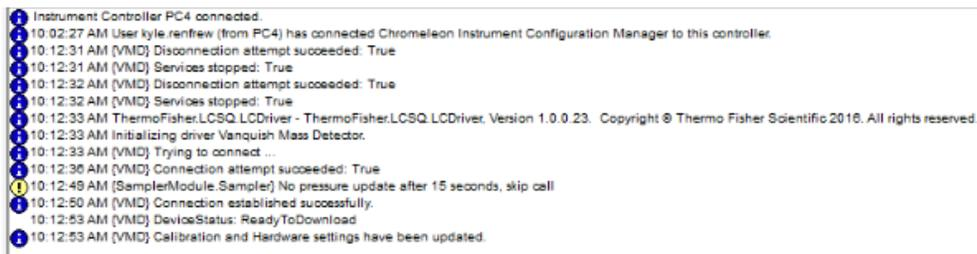

图 74: MS 仪器审计记录信息
- 30) 选择 **OK** (确定) 按钮, Chromeleon 将尝试发起与 MS 仪器的通信。成功后会在仪器配置审计记录窗口中增加几个条目, 如下面图 74 中所示。